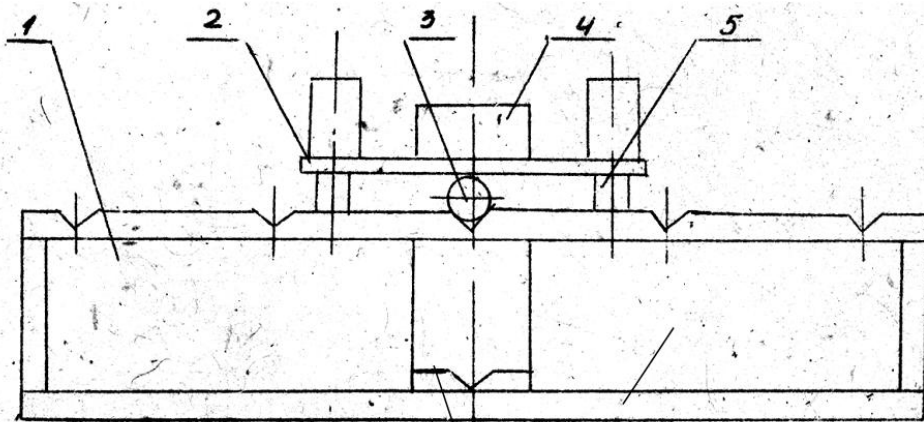

Рис. 1
10.3.3.1. Для проведения поверки используют специальный стенд (рис. 1), позволяющий установить зазор, имитирующий слой бетона как толщину измеряемого защитного слоя между рабочей поверхностью датчика и образующей образца
10.3.3.2. Установить станд на неметаллическое основание в удалении от металлических предметов на 0,5 м. Собрать схему измерения согласно рис. 1. Вдоль центрального паза станда разместить образец арматурного стержня 3 диаметром 6 мм. Установить прокладку с втулками 2 по направляющим станда 5 на образец арматурного стержня 3 (далее образец).